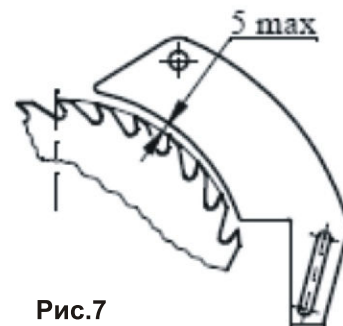

Рис.7
- выставить зазор между расклинивающим ножом и зубьями пильного диска. Зазор должен быть не более 5 мм (рисунок 7). Это достигается перемещением расклинивающего ножа по наклонному пазу.